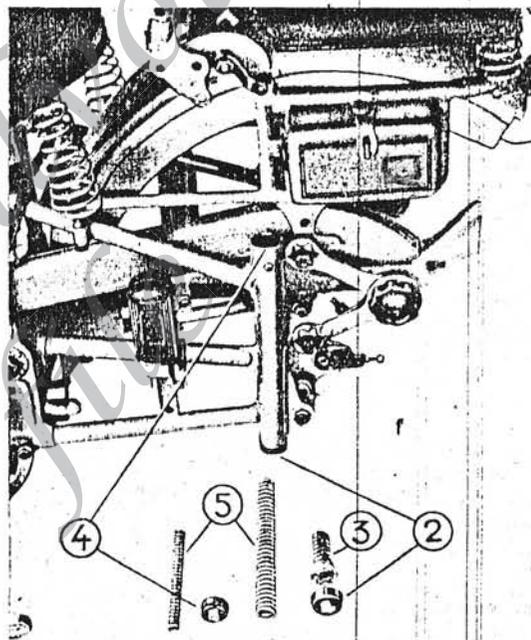

Fig. 22
La sospensione elastica posteriore non ha bisogno di regolazioni. Lo smontaggio delle molle della sospensione è molto semplice e viene effettuato nel modo seguente: Togliere il cappello filettato inferiore (2 fig. 22) e si estrae la molla (3) che ha la funzione di assorbire i colpi di ritorno della sospensione.